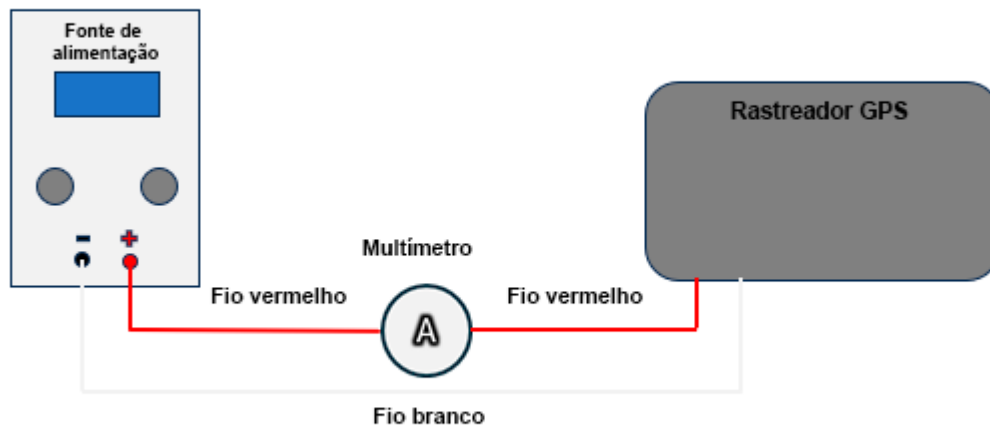

Fig.2 Connection Diagram
3. Monte o circuito de conexão de acordo com o "Diagrama de Conexão da Fig. 2".